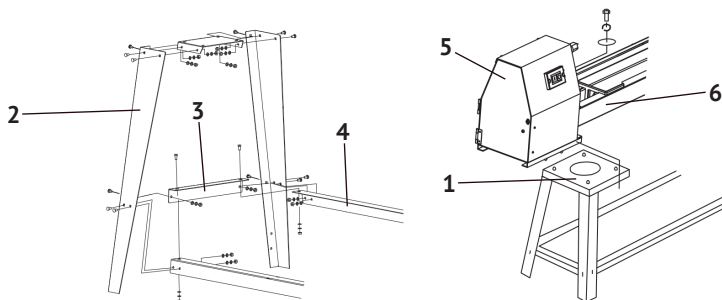

Рис. 2
Сборка опорной подставки (рис.2):
- прикрутить опорные ножки (рис.2 поз.2), тремя болтовыми соединениями каждую, к площадкам (рис.2 поз.1), при этом ножки с отверстиями для крепления кронштейнов оси колёс должны располагаться под корпусом передней бабки (для более лёгкого перемещения станка);
- скрепить ножки длинными (рис.2 поз.4) а затем короткими (рис.2 поз.3) стяжками;
- совместив крепёжные отверстия корпуса передней бабки (рис.2 поз.5) и опорной площадки (рис.2 поз.1) с одной стороны, станины (рис.2 поз.6) и второй опорной площадки с другой стороны скрепить болтами и надёжно затянуть;